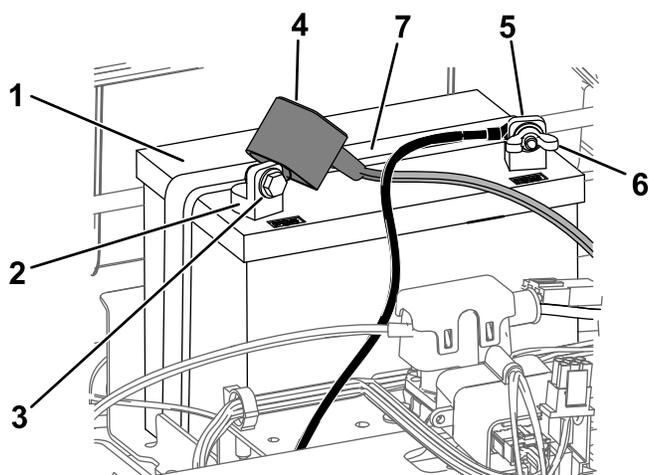

Рисунок 47
4. Отсоедините отрицательный (черный) кабель от штыря аккумулятора (Рисунок 47).
6. Отсоедините положительный (красный) кабель от штыря аккумулятора (Рисунок 47).
7. Снимите прижим аккумулятора (Рисунок 47) и поднимите аккумулятор, чтобы снять его с поддона.
1. Установите аккумулятор в поддон (Рисунок 47).
5. Закрепите аккумулятор с помощью прижима (Рисунок 47).